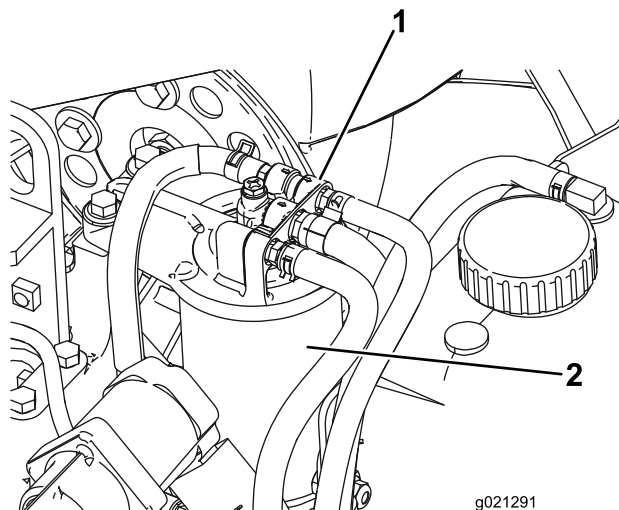

Bild 93
1. Reinigen Sie den Bereich um den Kraftstofffilterkopf (**Bild 93**).
2. Entfernen Sie den Filter und reinigen die Kontaktfläche (**Bild 93**).